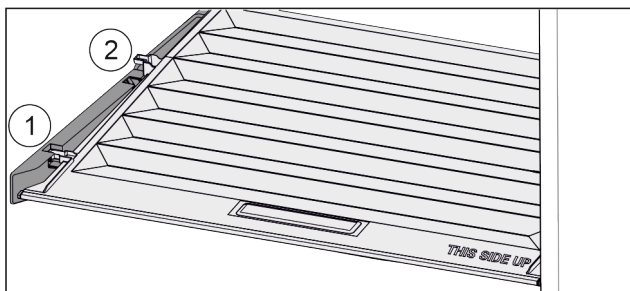

Fig. 54
- ▶ Deckel bis zur Öffnung in den Halteteilen nach vorne ziehen Fig. 54 (1).
- ▶ Hinten von unten anheben und nach oben wegnehmen Fig. 54 (2).